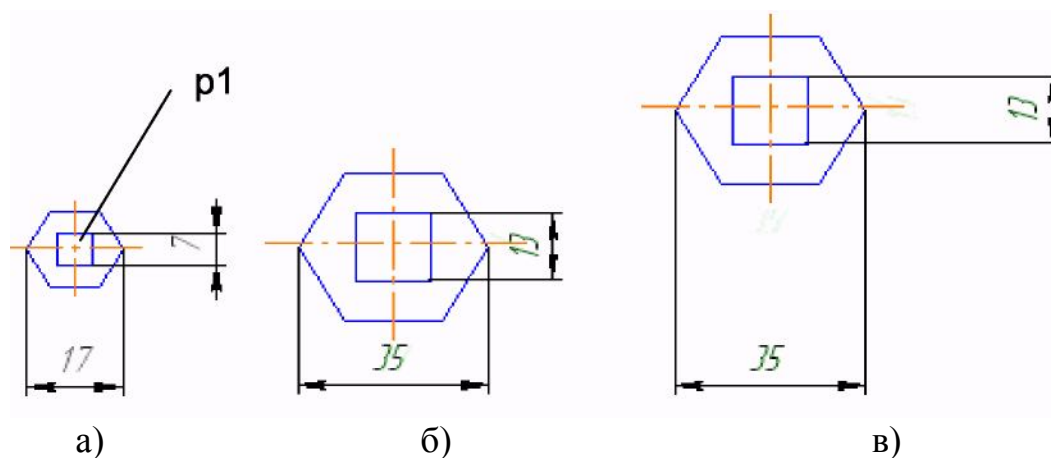

Рис. 4.7. Приклади масштабування об'єктів
Якщо серед виділених об'єктів є розміри, то їхні номінальні значення будуть відкоректовані відповідно до масштабового коефіцієнта. Для керування виносними лініями розмірів у Панелі властивостей є перемикачі:  - Не масштабувати і  - Масштабувати. Робота перемикачів проілюстрована на рис. 4.7а, б, в. На рис. 4.7а показане вихідне зображення фрагмента, на рис. 4.7б - масштабування при вимкненому перемикачі  і на рис. 4.7в - масштабування при ввімкненому перемикачі . Ті самі виділені об'єкти можуть бути масштабовані кілька разів за одне звертання до команди.
3) після завдання в Панелі властивостей масштабового коефіцієнта, необхідно вказати крапку, щодо якої буде відбуватися масштабування. Така крапка на рис. 4.7а позначена - крапка p1;